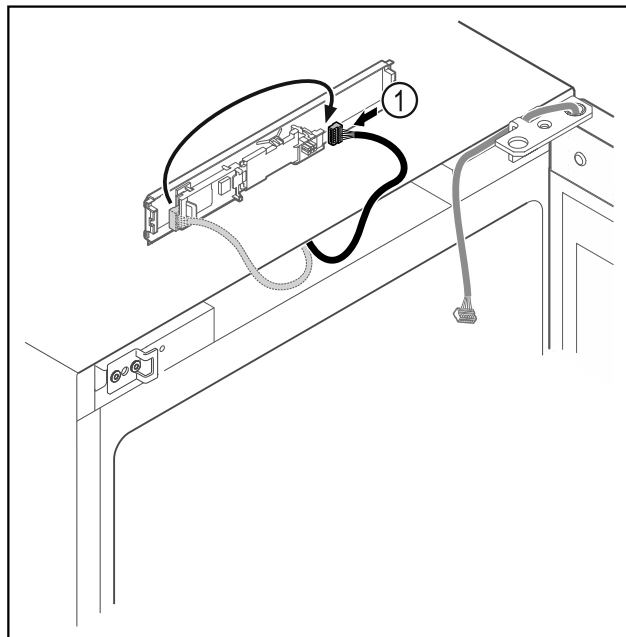

Fig. 12
- Wtyczkę Fig. 12 (1) należy ponownie podłączyć do płytki drukowanej.